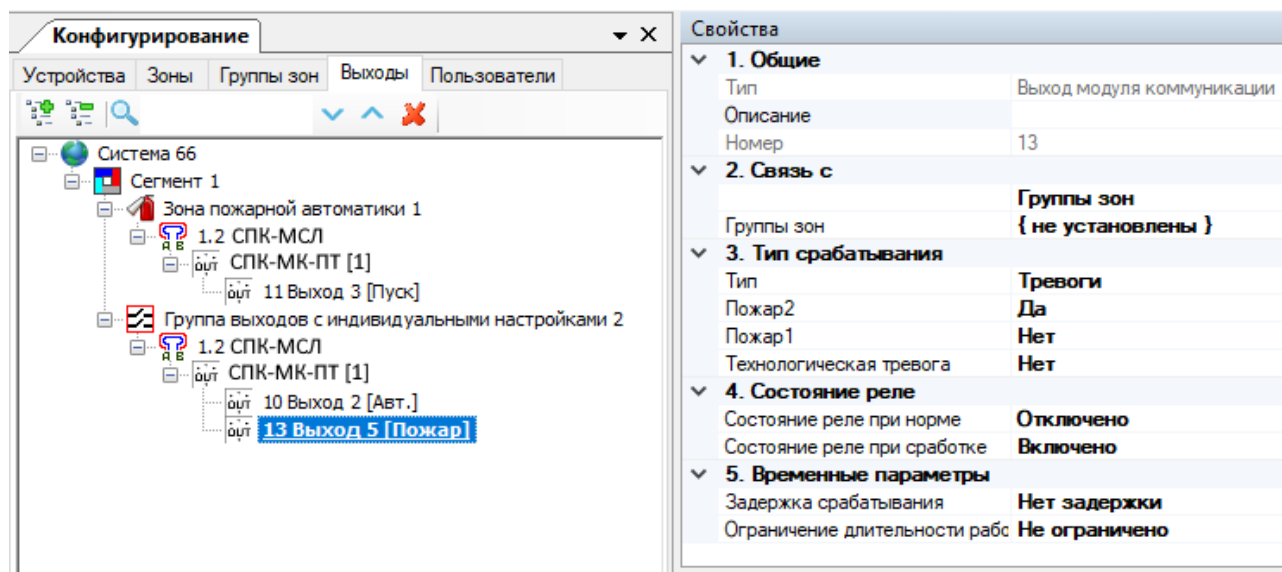

Рис. 54
- 4) Настроить сработку выхода 5 (Пожар) по пожару в выбранной зоне или группе зон (в которых находятся извещатели ИСБ) (см. рис. 54).